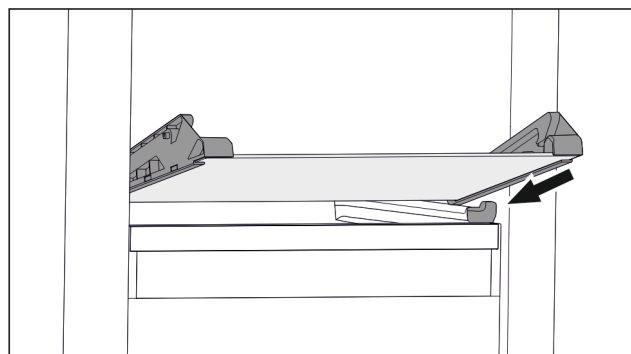

Fig. 62 Płyta szklana szuflady odchylanej
- ▶ Założyć płytę szklaną pod skosem za stoperami. (patrz Fig. 62)